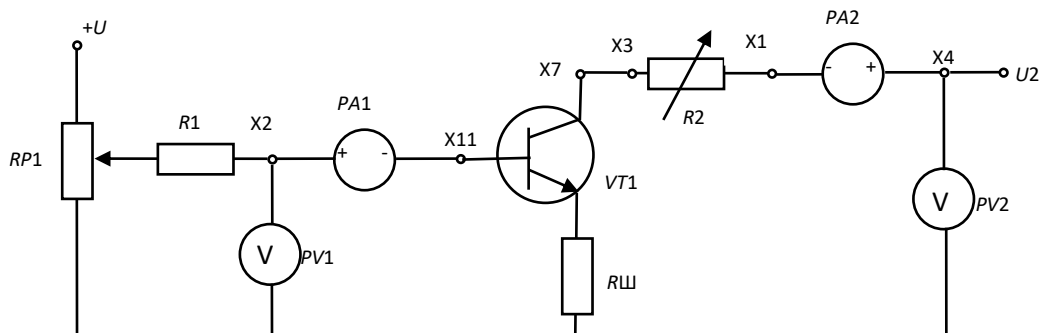

Рис.2.7
22.Соберите схему для исследования биполярного транзистора $VT1$ блока «транзисторы» (рис. 2.7). Для измерения тока базы (миллиамперметр $PA1$) используйте один из мультиметров и для измерения напряжений и тока коллектора (миллиамперметр $PA2$) используйте приборы блока «Измерительные приборы», задав для них соответствующие режимы работы. Тумблер $SA2$ в блоке «транзисторы» установите в верхнее положение, ручки потенциометров $RP1$ и $RP2$ (блок транзисторов) установите в крайние левые положения. Представьте схему для проверки преподавателю.